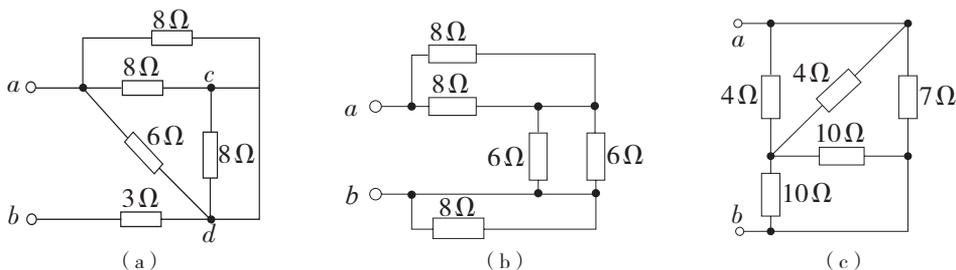

图 1-40 填空题 3 图
3. 计算图 1-40 所示电路中  $a$ 、 $b$  间的等效电阻  $R_{ab}$ 。